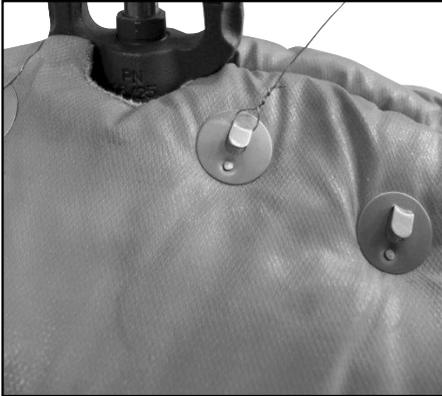
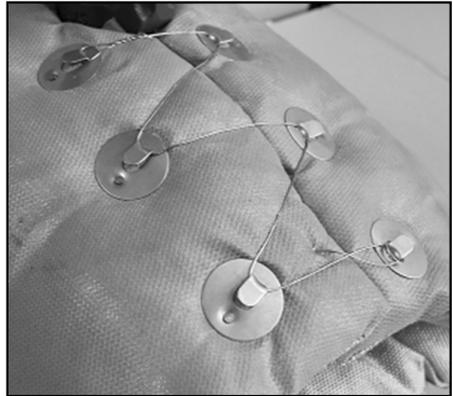

Fig. 2
Fig. 3
6. Iniziare a chiudere la coibentazione con il filo preparato precedentemente inserendo l'occhiello in uno dei ganci posti all'estremità (**Fig. 2**) e procedere alternativamente in direzioni opposte in modo da farla passare in ogni gancio (**Fig. 3**).
8. Giunti all'estremità della coibentazione effettuare due giri con il filo attorno all'ultimo gancetto disponibile (**Fig. 3**).